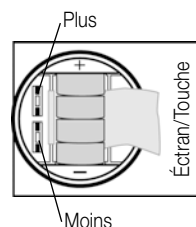

fig. 1
2. Programmer l'appareil comme indiqué en fig. 1.
5. Régler la valeur théorique de la solution d'étalonnage à la température adéquate au moyen des touches «plus/ moins» représentées sur la fig. 1.
1. Ouvrir le compartiment à piles. Si l'appareil est en marche appuyer sur la touche HOLD. Appuyer ensuite sur la touche «plus» (fig.1).
2. Régler le facteur au moyen des touches «plus» ou «moins» (fig.1).